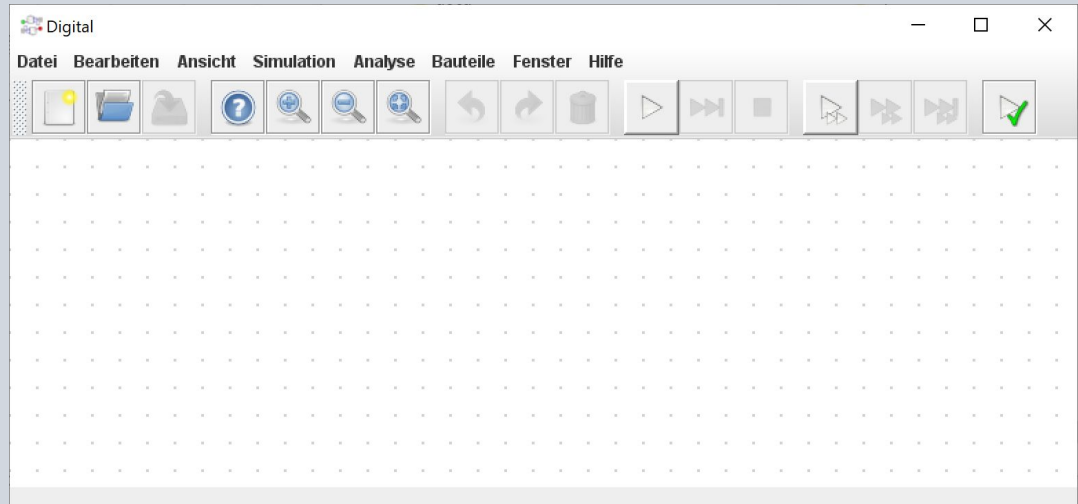

Fig. 1: Elementa des Programms Digital
2. Sie sollten nun eine "leere Schaltung" in Digital sehen (siehe figure 1).